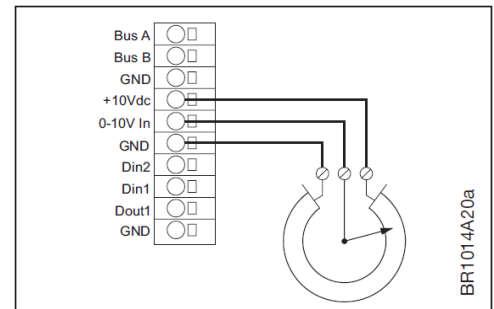

Fig. 3-16: Potentiometeranslutning
- Anslutning av potentiometer enl. fig. 3-16